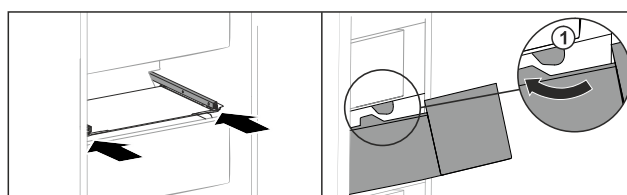

Fig. 95
- ▶ Før skuffen rundt stopperne Fig. 95 (1).